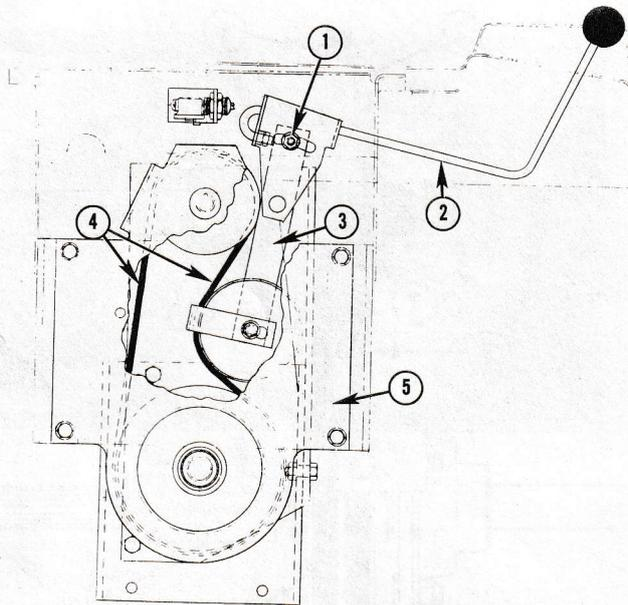

Fig. 28 – Tension des courroies de PDF arrière
- Desserrer l'écrou (N° 1, Fig. 28).